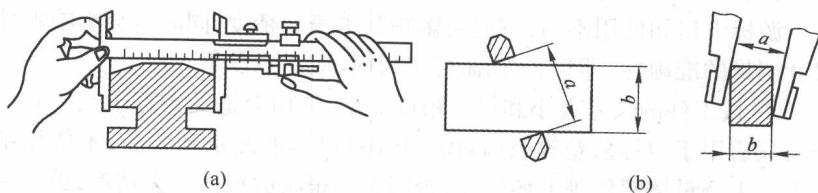

图 1-4 测量外尺寸
② 使用前对游标卡尺要进行检查，擦净量爪，检查量爪测量面和测量刃口是否平直无损；两量爪贴合时应无漏光现象，尺身和游标的零线要对齐。
③ 测量外尺寸时，两量爪应张开到略大于被测尺寸而自由进入工件，以固定量爪贴住工件。然后用轻微的压力把活动量爪推向工件，卡尺测量面的连线应垂直于被测表面，不能歪斜，如图 1-4 所示。
④ 测量内尺寸时，两量爪应张开到略小于被测尺寸，使量爪自由进